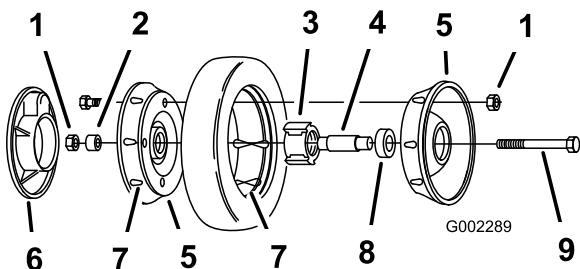

Figura 28
3. Retire el perno, el suplemento de la rueda y la contratuerca que monta la rueda al brazo de pivote (Figura 28).
4. Separe las mitades de la rueda del neumático retirando los 4 pernos y las 4 contratuerca (Figura 28).
Nota: Si retira los cojinetes del conjunto de cojinete/buje, retírelos apretando sobre el suplemento del cojinete (Figura 28).
1. Coloque el neumático en una mitad de rueda, alineando las orejetas en cada pieza (Figura 28).
que las patas del buje están posicionadas sobre la brida del hueco (Figura 28).
3. Coloque la otra mitad de la rueda sobre el conjunto cojinete/buje, alineando las orejetas de la rueda y del neumático y los taladros de montaje (Figura 28).
4. Usando 2 tornillos o pernos de rosca completa (1/4-20 x 1,50 pulgadas) y tuercas no de freno, conecte sin apretar las dos mitades de la rueda. Monte los tornillos o pernos en taladros opuestos (Figura 28).
5. Compruebe la alineación de todas las piezas y apriete los pernos, alternando de uno a otro para que el encaje sea uniforme, hasta que las mitades de la rueda estén juntas (Figura 28).
6. Instale los 2 pernos y 2 contratuerca que retiró anteriormente en los taladros restantes de las mitades de la rueda, y apriételos. Retire los dos tornillos o pernos largos y sustitúyalos por 2 pernos y 2 contratuerca (Figura 28).
7. Instale la rueda en el brazo de pivote con los pernos, un suplemento y una contratuerca. Asegúrese de que el suplemento está colocado entre el buje de la rueda y el brazo de pivote (Figura 28).